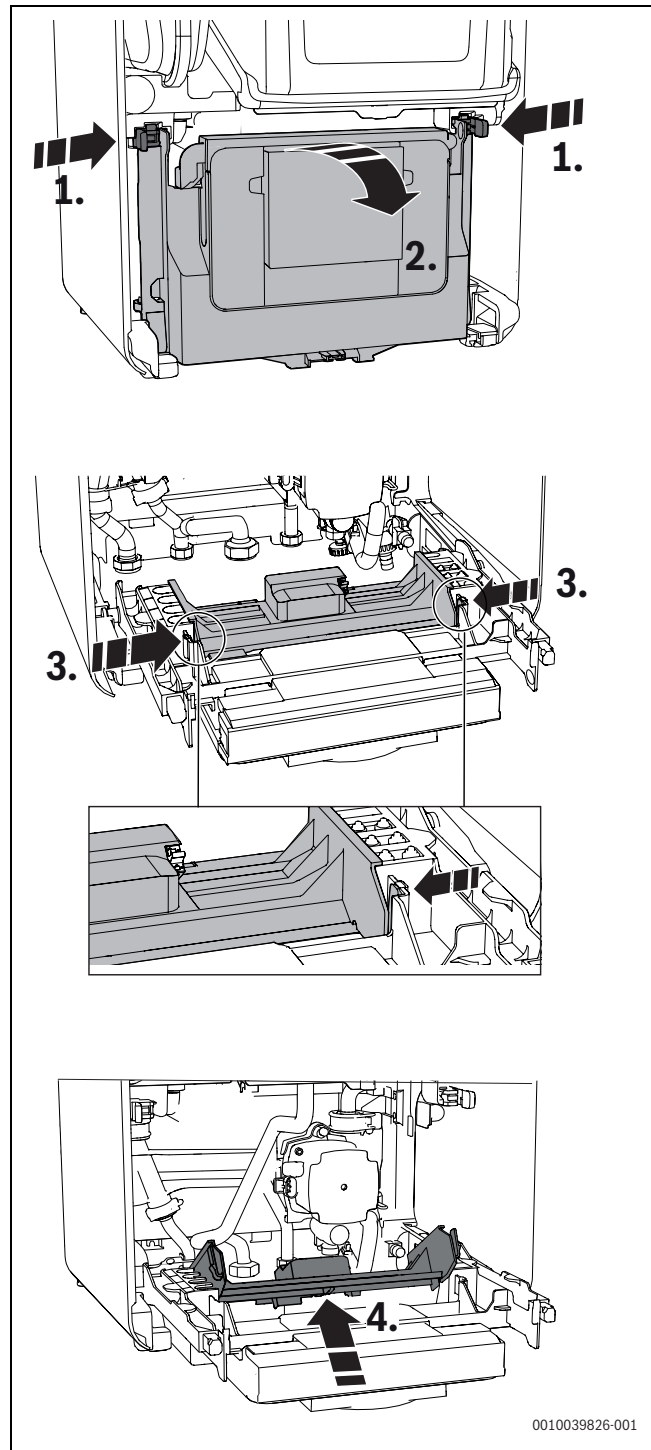

Bild 58 Steuergerät öffnen
- ▶ Steuergerät nach unten klappen (→ Bild 58).